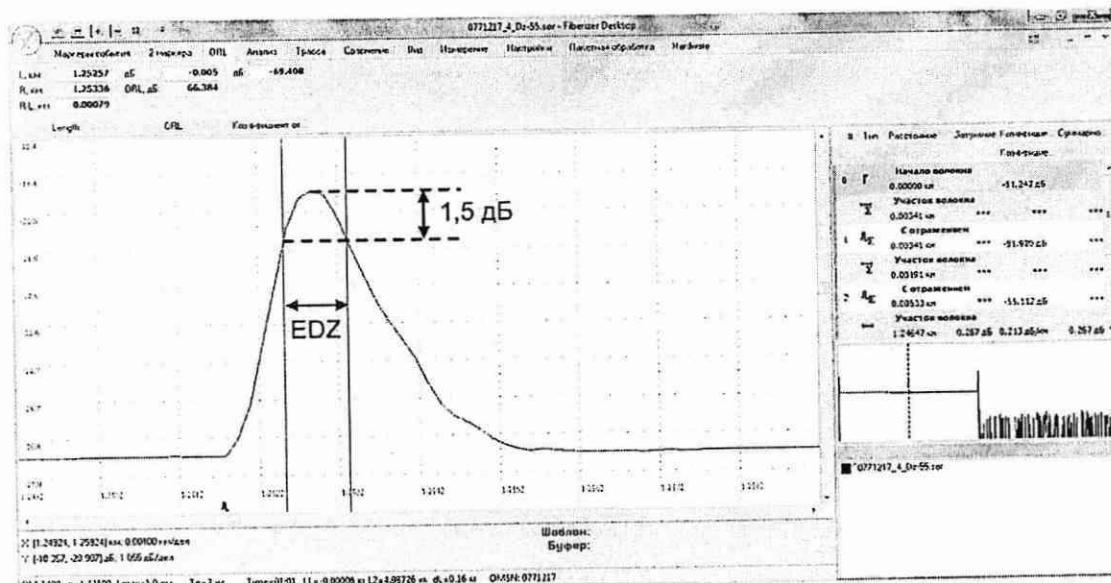

Рисунок 17
11) Установить левый и правый маркеры на передний и задний фронты импульса, находящегося в середине рефлектограммы, на уровень, который ниже вершины импульса на 1,5 дБ. Расстояние между маркерами EDZ, м, является значением мертвых зон по отражению (см. рисунок 17).